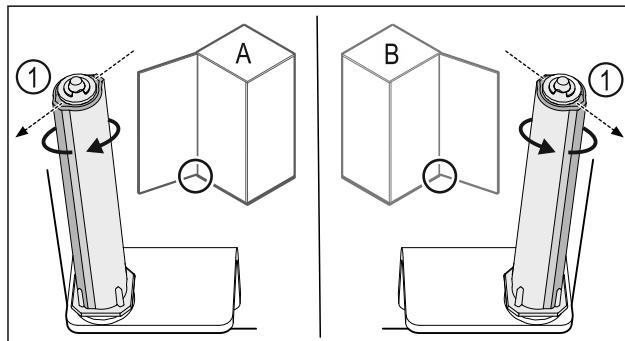

Fig. 43 Μεντεσέδες αριστερά (Α) / Μεντεσέδες δεξιά (Β)
- ▶ Περιστρέψτε το σύστημα κλεισμάτων κόντρα στην αντίσταση, μέχρι ο κορμός του συστήματος κλεισμάτος Fig. 43 (1) να είναι στραμμένος προς τα έξω.